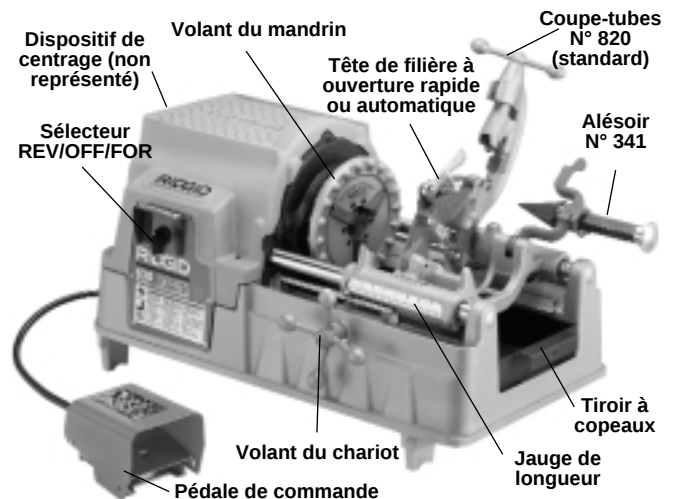

Figure 5 – Machine à fileter Modèle 535 pour tuyaux et boulons
- Vérifiez que la machine à fileter est débranchée et que le sélecteur directionnel est en position OFF (arrêt) (Figure 5).
4. Vérifiez que la pédale de commande est présente et qu'elle est reliée à la machine à fileter (*Figure 5*).